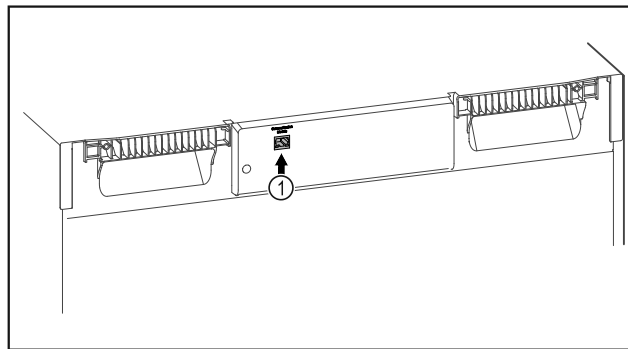

Fig. 83
- SmartModule Fig. 83 (1) är insatt.